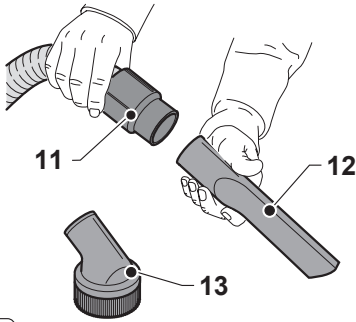

Fig. 6
- Unir le flexible (11 Fig. 6) le suceur plat (12 Fig. 6) ou la brosse (13 Fig. 6) en fonction de l'activité d'aspiration à réaliser.